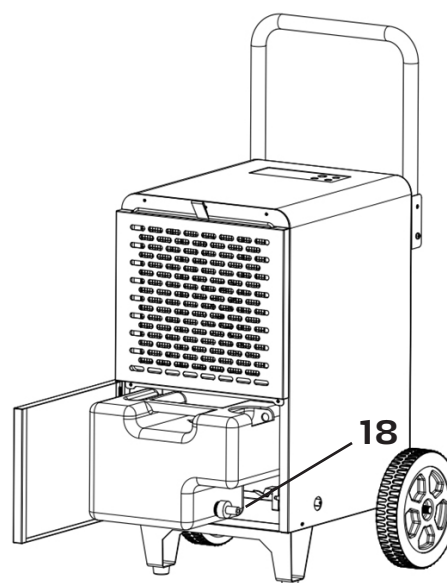

Fig. 8
Afin de prolonger la durée de fonctionnement du déshumidificateur de chantier, un tuyau de condensat peut être installé sur le collecteur de condensat. Cela permet d'obtenir un écoulement continu du condensat (voir la Fig. 8 et 9) :
- Desserrer l'obtrateur (18) du raccord d'écoulement et l'extraire (Fig. 8 et 9)